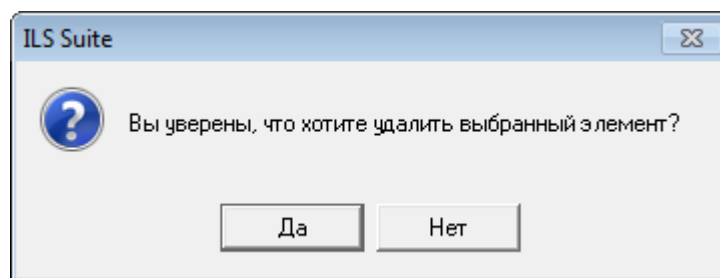

Рис. 9-78 – Диалоговое окно при удалении оборудования или инструмента
- 4) В открывшемся диалоговом окне нажать «Да» для подтверждения действия (рис. 9-78). Выбранные оборудование и инструменты будут удалены из базы данных даже в том случае, если они где-то используются.